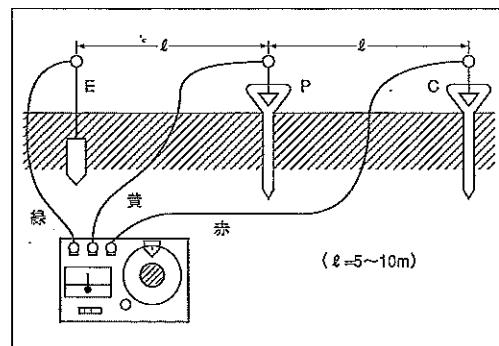
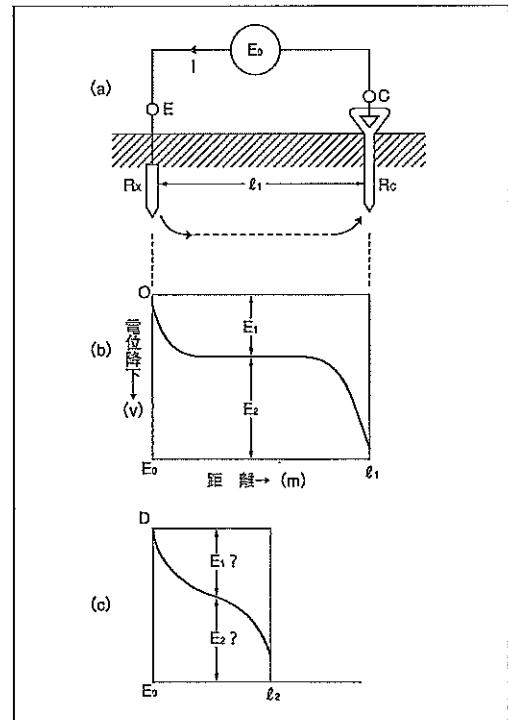
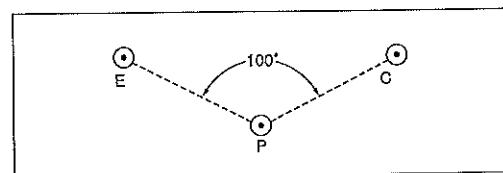

図3.1
図4.2
図4.4
本体と被測定接地極 (E) および補助接地棒 (P,C) を付属のリード線を用いて図3.1のように接続します。
(1) いま, 測定しようとする接地体 E (R_x) と補助接地棒 (R_c) を図4.2 (a) のような電源 E に接続すると $E-C$ 間の電位降下の状態は図4.2 (b) のようになります。すなわち $E-C$ 間の距離が充分 (ℓ_1) であれば, $E-C$ の中央部分が電位的に平らになりますから R_x による電位降下 (E_1) と R_c による電位降下 (E_2) が $E-C$ の中央付近で明瞭に分離することができます。したがって $E-C$ の中央付近にもう 1 つの補助接地棒 (P) を打込んで $E-P$ 間の電位差 E_1 を測定すれば
(2) E に直流電源を用いると電極と大地との間に分極作用が起り測定に誤差を生じますので一般には交流で測定します。
(3) また図4.2 (a) の $E-C$ 間の距離が短かすぎるとその間の電位状態は図4.2 (c) のようになります。 E_1 と E_2 の分離点がわからなくなります。一般には $E-C$ 間は 10~20m あれば充分ですが鉄筋ビルなどのような大建築物の接地抵抗を測定する場合には事情によってさらに長い間隔が必要になることがあります。
- (d) 補助電極の距離も東西にのばしたり、南北にのばしたりして、単に距離の延長だけにとらわれず図4.2の(b)に示すような平らな状態をさがしてください。
- (1) 接地抵抗を測定する場合には必ず補助接地が必要ですが、その方法は場所柄および土壌の状態によって色々考えられます。補助接地には一般に、被測定接地体(E)に電流を流し込むための補助接地(C)と図4.2(b)のEを検出するための補助接地(P)がありますが、いずれの抵抗値もできるだけ小さいことが望されます。精度の良い測定を行なうためにはP,Cの抵抗がそれぞれ約 $5k\Omega$ 以下になるように補助接地をしなければなりません。普通の場合には図3.1に示したように補助接地棒を地面に打込むだけで充分ですが、地面が堅くて棒が打込めない場合とか乾燥し
- (2) 図3.1におけるE,P,Cの位置にほぼ一直線上にあることが望ましいのですが、建造物やその他の障害物がある場合には図4.4のP点の角度が約 100° 以上であれば、ほとんど誤差なく測定することができます。このような場合にはE-P, P-Cの間隔を多少長めにとってください。
この接地電圧を検出するには図3.1の測定状態で切換スイッチを“V”にして下さい。